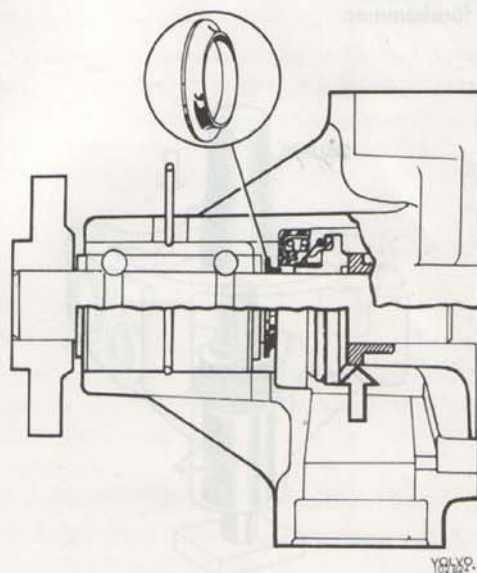
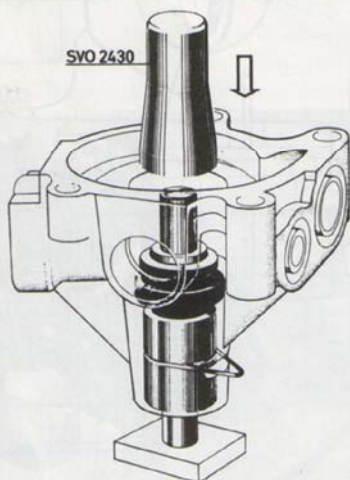

Bild 114. Avkastarringens placering
Bild 115. Montering av tätningsring
2. Montera avkastarringen, placeringen framgår av bild 114. Montera tätningsringen med dorn SVO 2430, enligt bild 115. Bestryk kolbrickans anliggningsyta mot skovelhjulet med molybden-disulfid uppslammad i mineralolja SAE 30, molybden-disulfiden skall vara helt torr innan montering.